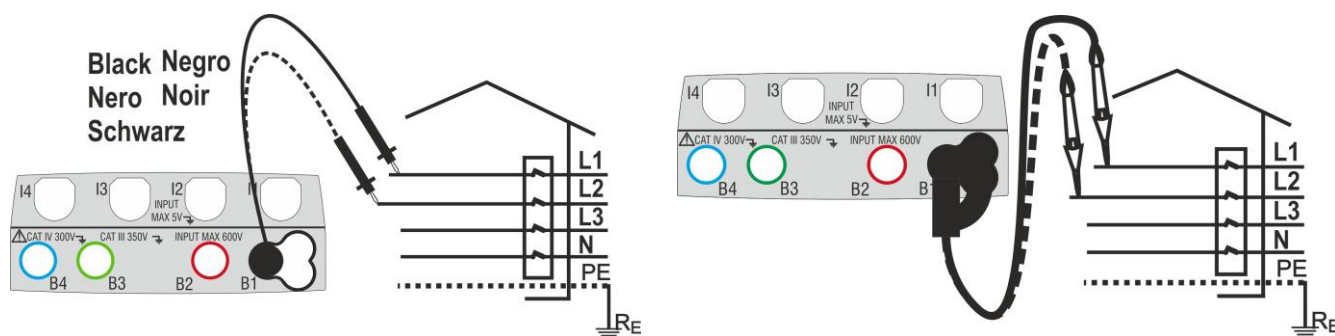
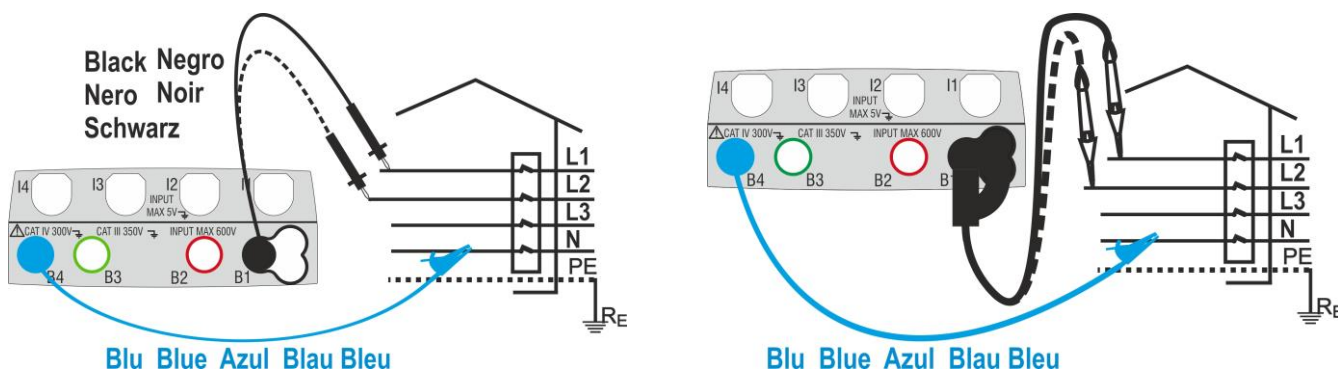

Fig. 23: Verificação da sequência das fases 1T com terminal e ponteira remota
Fig. 24: Verificação da sequência das fases 2T com terminal e ponteira remota
3. Inserir os conectores azul e preto dos cabos individuais nos correspondentes terminais de entrada do instrumento B4, B1 (medição 2T). Inserir, nas extremidades livres dos cabos, os correspondentes crocodilos ou ponteiras. Também é possível utilizar a ponteira remota inserindo-lhe o conector multipolar no terminal de entrada B1. Conectar os crocodilos, ponteiras ou a ponteira remota à fase L1 e N de acordo com as Fig. 23 e Fig. 24.
Nestas condições, conectar os crocodilos, ponteiras ou a ponteira remota à fase L2 e N de acordo com as Fig. 23 e Fig. 24